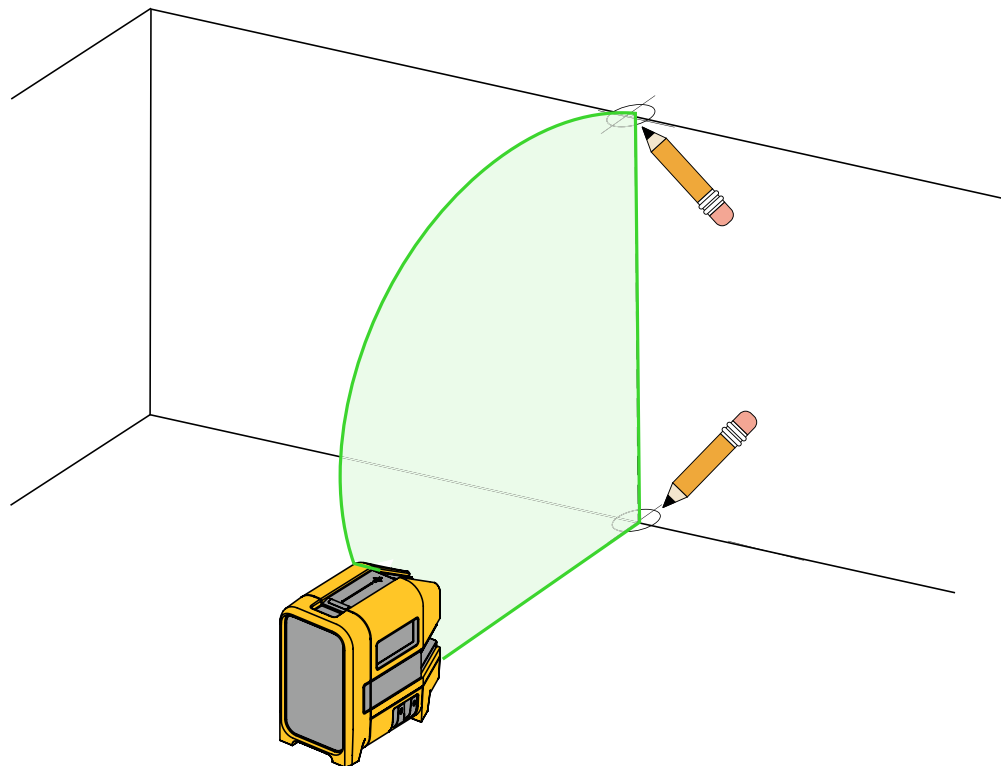

Figura 3. Nuovo allineamento verticale
2. Accendere il laser verticale e puntarlo sull'area obiettivo. Vedere la Figura 3.